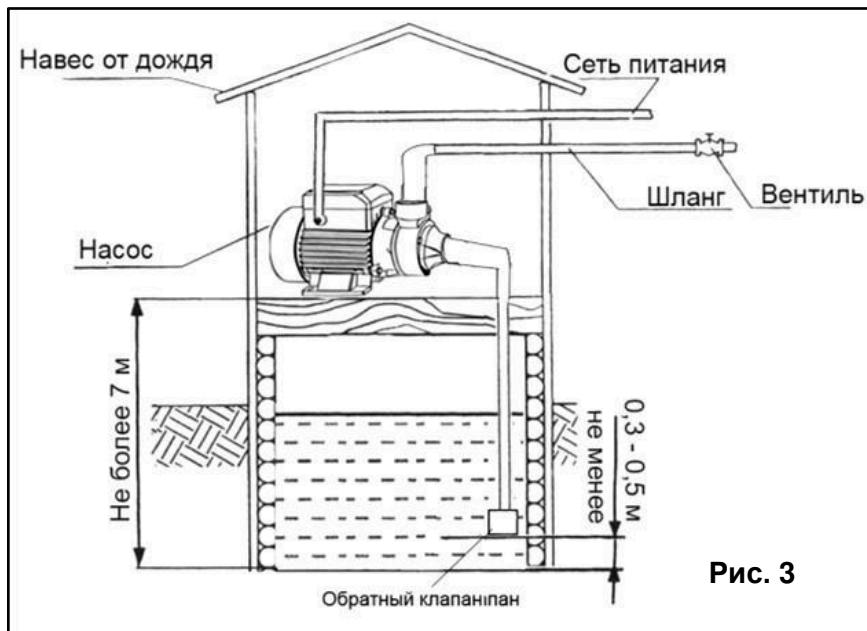

Рис. 3
- Примерный вариант установки электронасоса для перекачки воды из колодца показан на рис. 3.